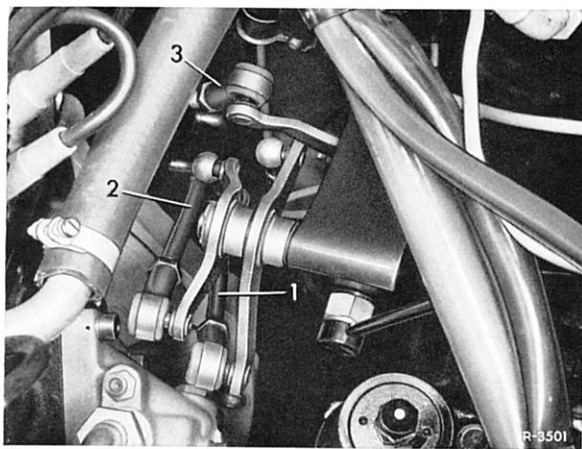

Bild 26—1/16
24 Fahrzeug — sofern aufgebockt — ablassen, mehrfach verrollen und anschließend Klemmverbindung der Gelenkwelle festziehen (Bild 26—1/6).
25 Die Antriebswelle (5) für den Geschwindigkeitsmesser am hinteren Getriebedeckel anschließen und mit der Klemmschraube (6) festklemmen (Bild 26—1/14).